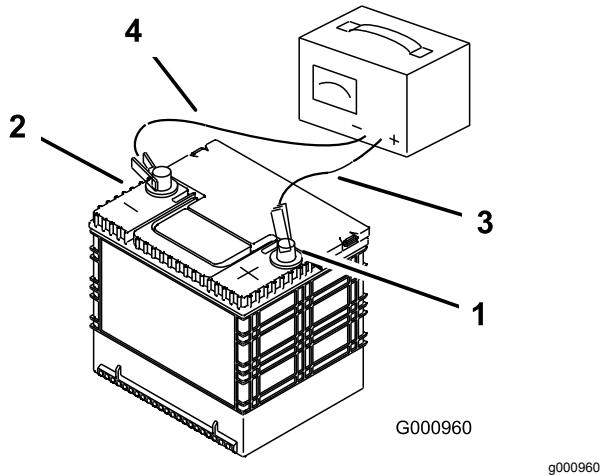

Figura 27
2. Cuando la batería esté completamente cargada, desconecte el cargador del suministro eléctrico, y desconecte los cables del cargador de los bornes de la batería (Figura 27).